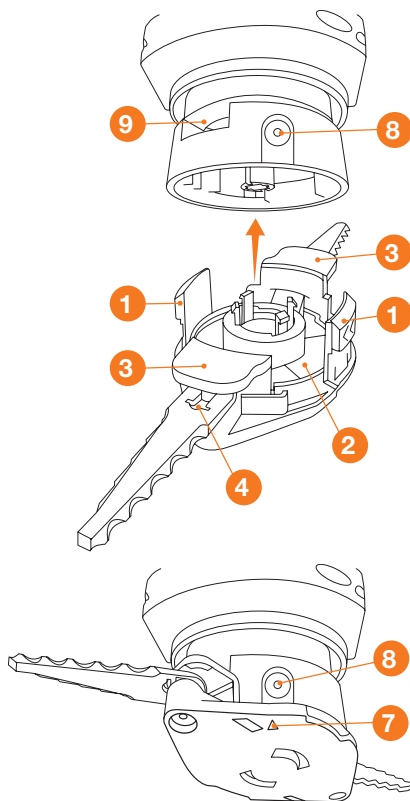

Рис. 13
- Для разборки головки необходимо надавить на язычки **1** крышки в пазах **9** головки (Рис. 13).